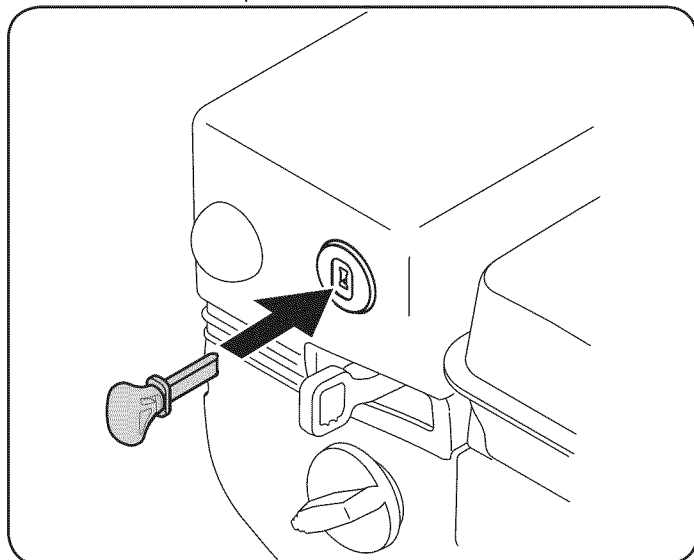

Figura 8
2. Inserte la llave de encendido completamente en la ranura, Figura 8. Asegúrese de que encaje en su sitio. NO girar la llave de encendido. El motor no puede comenzar a menos que la clave se inserta en el interruptor de encendido.